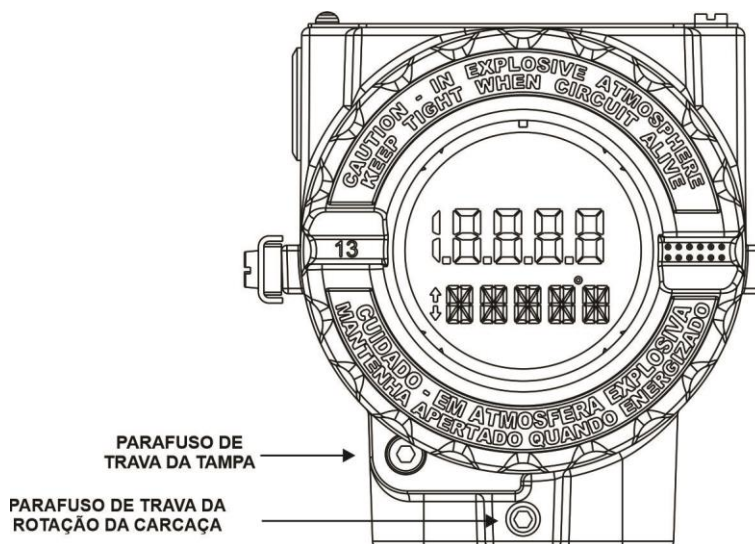

Figura 1.25– Parafuso de travamento de rotação da carcaça
1. Solte o parafuso de trava da tampa e remova-a, conforme mostrado na figura 1.25.